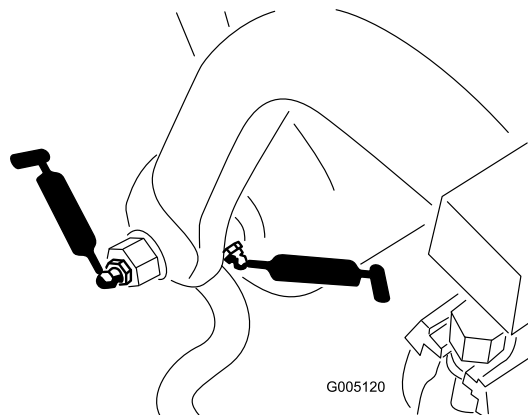

Figura 42
- Rullo e albero del telaio di trazione (12) (Figura 42)